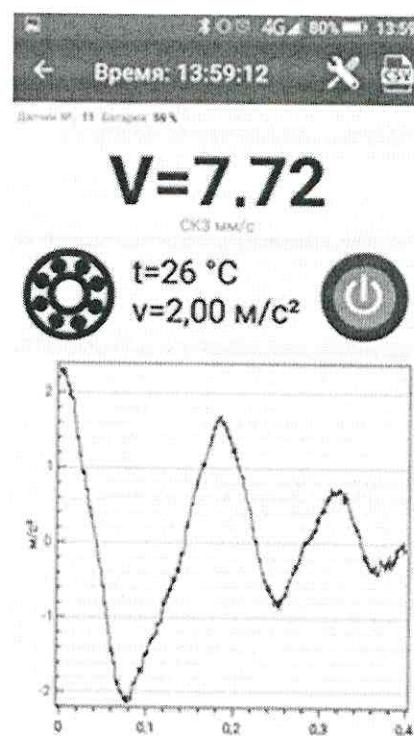

Рисунок 4 – Данные о замерах виброметра.
6.4.4 В окне программы нажмите на строку с нужным серийным номером (рисунок 3) для проверки (изменения) настроек (рисунок 4).